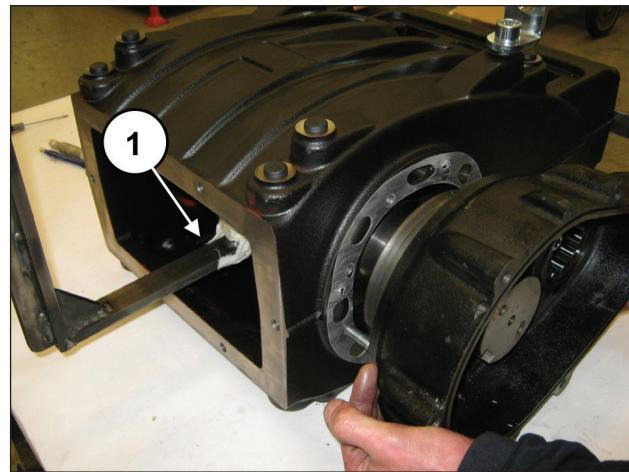

Fig. 25
Forneça a remoção da caixa de sustentação do eixo, para evitar danos (pos. ①, Fig. 25).